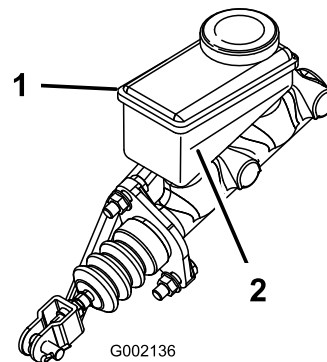

図 52
3. タンクの側面についているマークで、量を点検する **図52**。
- B. 最低ラインより上まで DOT 3 ブレーキ液を補給する 図 52。